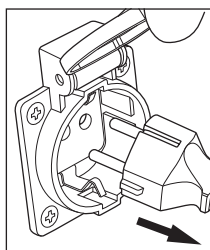

Рис. 20
2. Отключите потребители электроэнергии от розеток, расположенных на панели генератора (рис. 20).